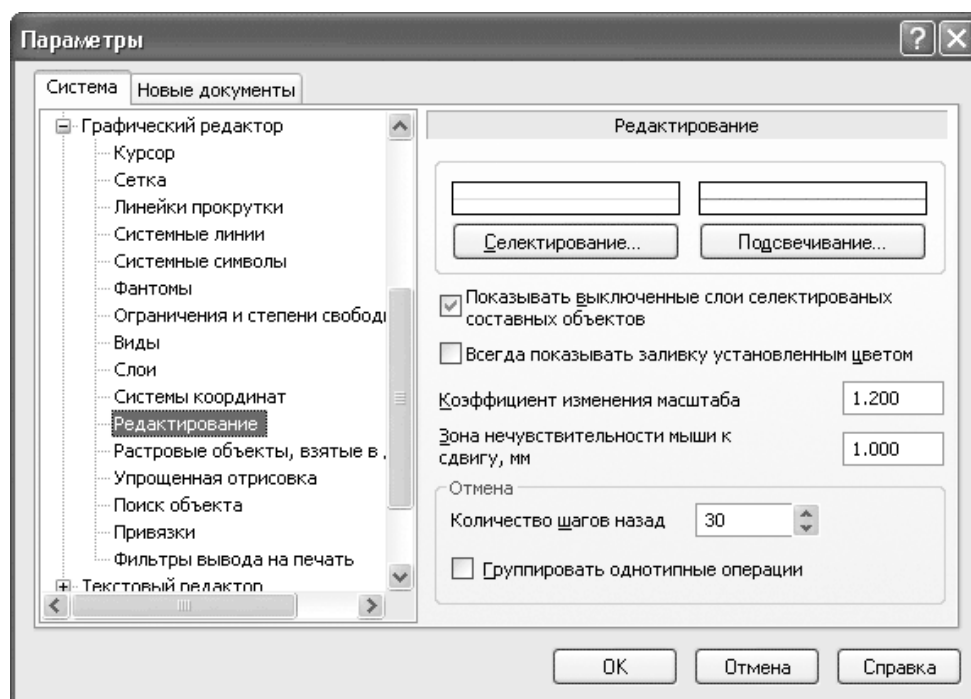

Рис. 1.60. Параметры редактирования графических документов
- Редактирование – важный раздел (рис. 1.60), дающий возможность выбрать цвет, которым будут подсвечиваться выделенные объекты или объекты указания (то есть объекты, определенные пользователем при выполнении той или иной операции, например исходные элементы для копирования по массиву и пр.). Здесь также можно задать коэффициент изменения масштаба – величину, показывающую, во сколько раз будет увеличен или уменьшен текущий масштаб при выполнении команд Увеличить масштаб или Уменьшить масштаб. Кроме того, вы можете задать количество шагов построения чертежа, которые могут быть отменены с помощью команды Отмена (максимальное значение – 100);